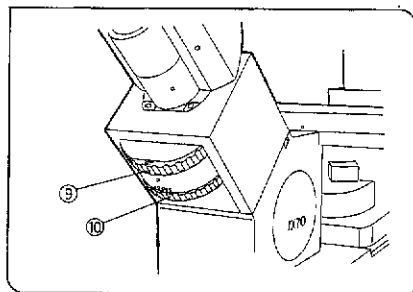

図 97
- 7) 双眼鏡筒(U-BI30CT)の場合は、CTターレット⑨を回し、CTの表示の位置にして、CTレンズを光路に入れます。(図97) 双眼鏡筒(U-BI90)、三眼鏡筒(U-TR30H)の場合は、接眼レンズを外し、心出し望遠鏡(U-CT30)に交換します。
- 8) フォーカスリング⑩を回して(心出し望遠鏡の場合は、ローレット部を回して)対物レンズの瞳にピントを合わせます。(図97)